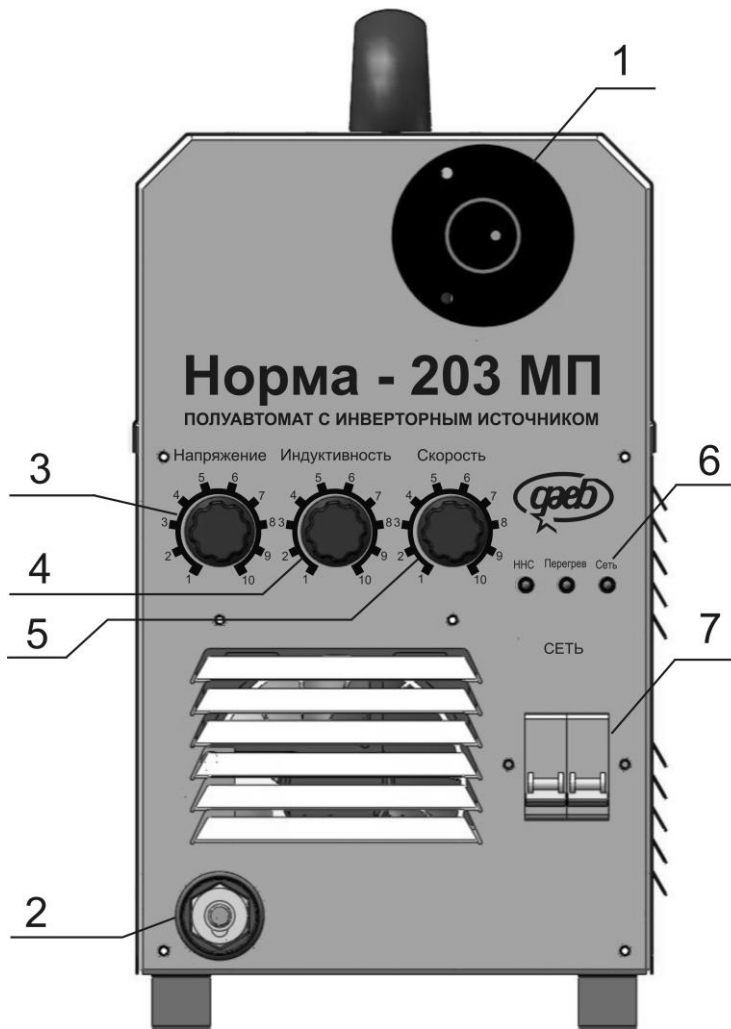

Рисунок 1 – Передняя панель источника
7.11 Для настройки нужного характера переноса электродного металла, воспользуйтесь ручкой «Индуктивность» (рисунок 1, поз.6). Если Вам требуется более «мягкая» сварка, вращайте ручку против часовой стрелки при этом скорость нарастания тока короткого замыкания будет уменьшаться, при этом увеличится размер капель металла, уменьшится частота переноса металла, сварочная ванна будет больше и более подвижна. Если Вам требуется более «жесткая» сварка, ручку необходимо вращать по часовой стрелки, при этом уменьшается размер капель металла, увеличивается частота переноса металла, сварочная ванна будет более локализована и менее подвижна.